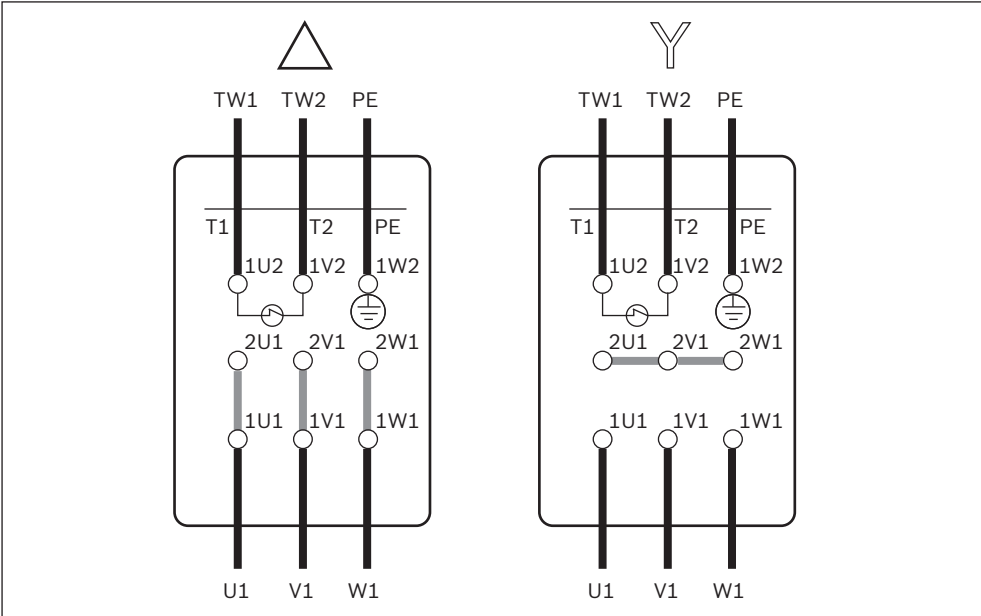

Fig. 10: Esquemas de conexión en triángulo/en estrella
- Conecte el motor en estrella o en triángulo, de acuerdo con los esquemas de conexión; véase Fig. 10 en la página 21 y el esquema de conexiones de la caja de bornes.
- Para modificar el sentido de giro del motor, cambie dos cables cualquiera (L1, L2 o L3; véase Fig. 10 en la página 21).